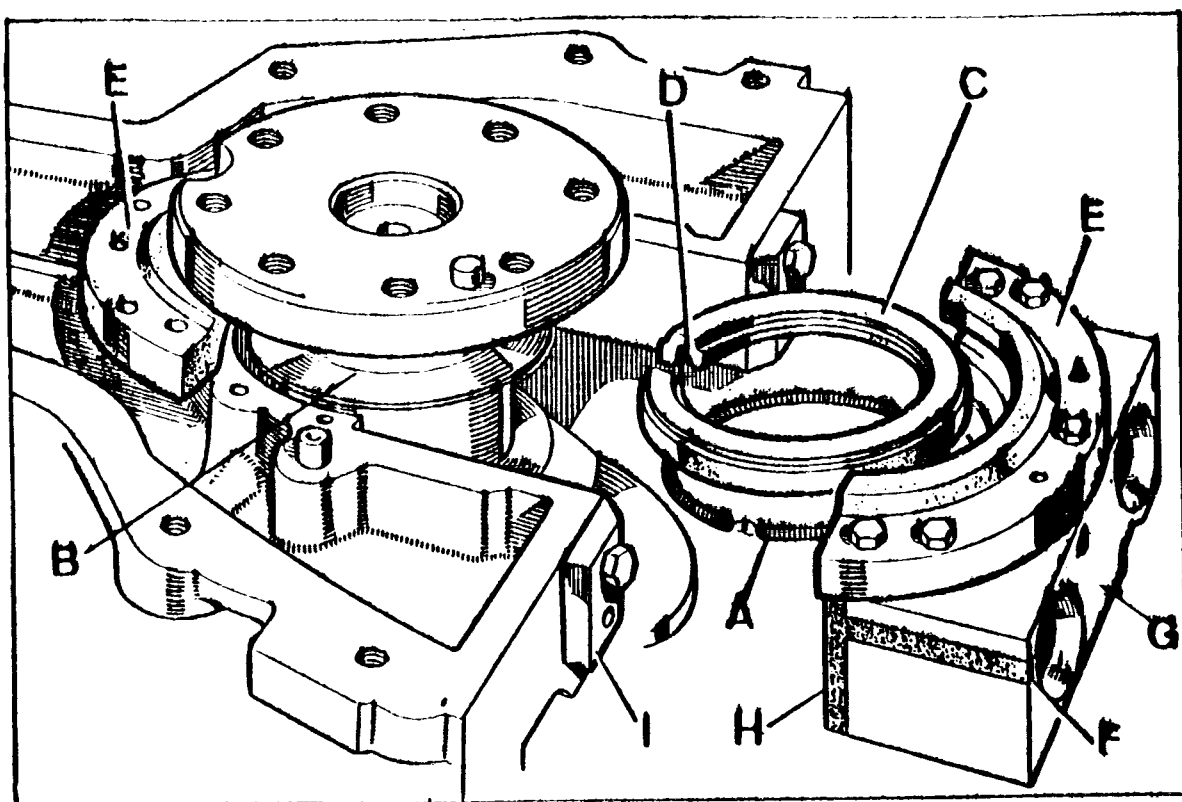
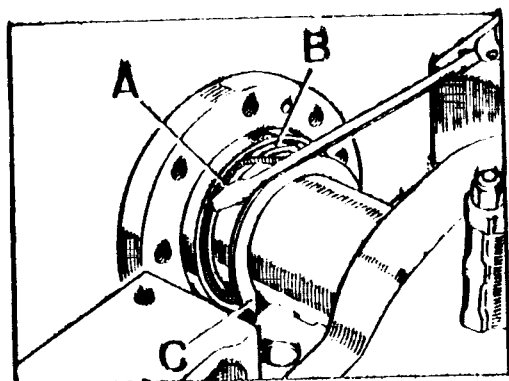

Fig. A3-83C Detalles del retén trasero del cigueñal
Fig. A3-83D Montaje del muelle compresor del retén.
- 1.12. Desmontar el retén, C, del cigüeñal y el muelle compresor, A (Fig. A3-83C).
- 2.1. Situar el muelle, A (Fig. A3-83C) sobre el cigueñal, encajándolo en su alojamiento del muñón, B, y enganchar sus extremos, teniendo cuidado de no deformar el muelle al realizar esta operación.
- 2.3. Colocar el muelle, A (Fig. A3-83C) de forma que el punto de enganche quede situado según se indica en la figura. Con un destornillador pequeño se irá empujando el muelle (Fig. A3-83D) hasta que se introduzca en el hueco del retén.
- 2.4. Girar el retén hasta que el corte, D (Fig. A3-83C) quede situado en el eje vertical del motor y apuntando hacia la culata. Esta posición, que es la de trabajo, es muy importante.
- 2.5. Instalar las dos mitades del porta-retén, E (Fig. A3-83C), asegurándose de que el retén queda bien alojado en la mitad superior.
- 2.6. Montar dos empaquetaduras de corcho, F (Fig. A3-83C) sobre la tapa del cojinete trasero, G, haciéndole de antemano un biselado en la zona H. Engrasar la zona deslizante de la tapa y montarla sobre el bloque haciendo uso de las guías I, 270304.